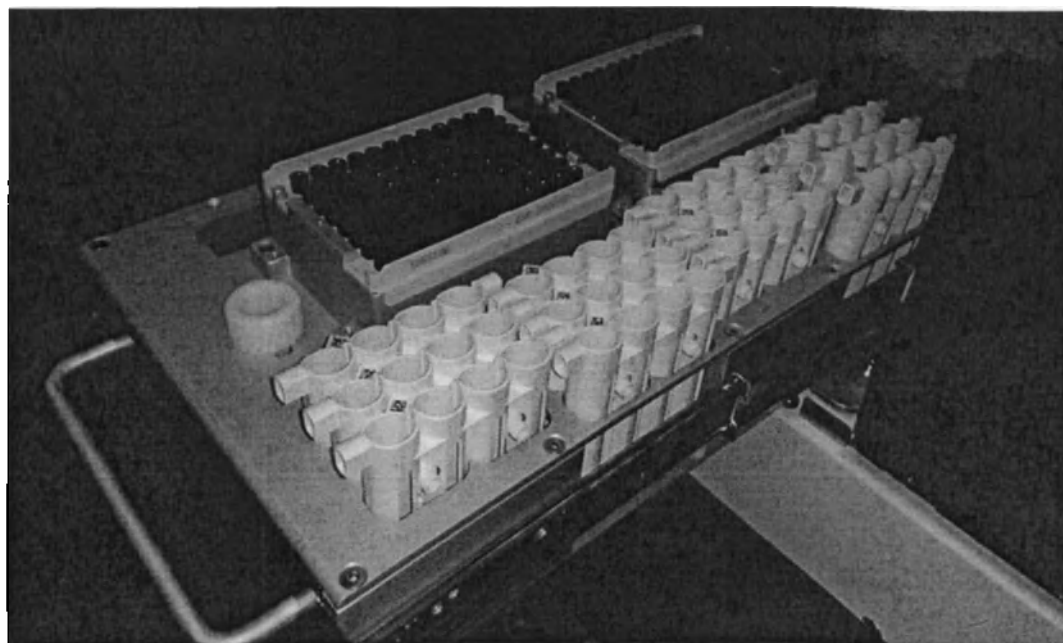

Рис. 1-12 – Настольный штатив для принадлежностей с держателями штативов для центрифужных пробирок BD Totalys MultiProcessor
- При автоматической предварительной обработке: держатели штативов для центрифужных пробирок подходят по размеру к штативам для центрифужных пробирок, используемым с MultiProcessor (Рис. 1-12).